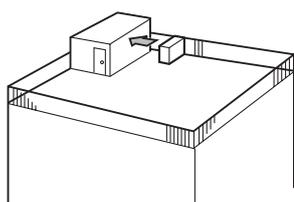

Fig. 2-4
- ① Posizionare la bocca di uscita dell'aria verso la parete più vicina, mantenendola a circa 500 mm di distanza dalla parete. (Fig. 2-4)